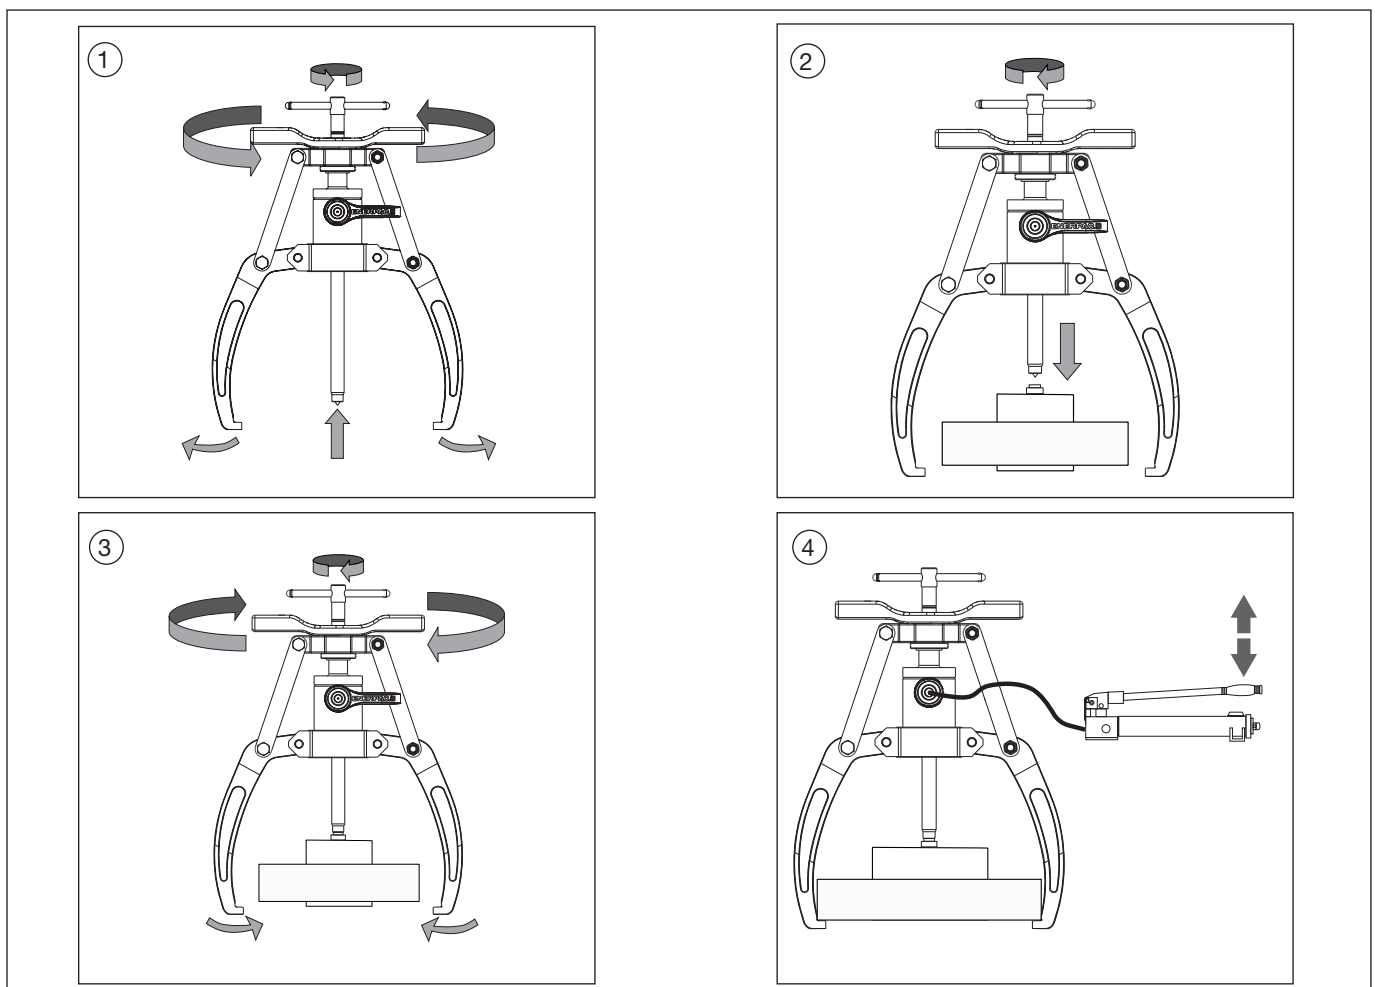

Figura 6, Passos para instalação do extrator
1. Gire o eixo para ajustar sua altura para cima ou para baixo. Gire o cabo para aumentar ou diminuir a abertura da garra. Ajuste as garras e o eixo para permitir que o extrator seja montado na peça de trabalho. Consulte a Figura 6, imagens 1 a 4, ao executar os passos seguintes.